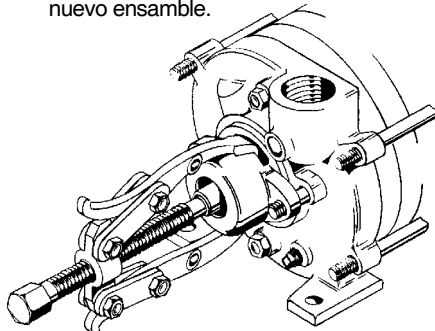

Figura 4-1
3. El brazo del cojinete (# 3) puede ahora ser quitado. Un tirador del engranaje puede ser necessary. (refer para figura 4-1) el rodamiento de bolitas externo (# 24) debe ahora ser quitado. Un tirador del engranaje necesitará ser utilizado para esta operación. Si el cojinete se puede quitar demasiado fácilmente, una superficie sustentadora gastada puede ser indicada. Sustituya el eje y el cojinete como necesario antes de nuevo ensamble.